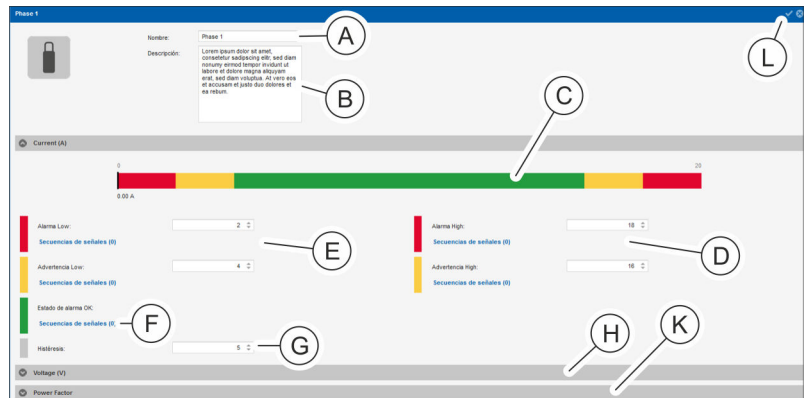

Fig. 128: Vista detallada
4. ➤ En caso necesario, cambie el nombre de la fase (Fig. 128/A) en la vista detallada y, dado el caso, añada una descripción (Fig. 128/B).
5. ➤ En el campo “Current (A)”, introduzca un valor de “Advertencia High” y de “Alarma High” (Fig. 128/C).
- ⇒ Los valores umbral aparecen indicados con colores (Fig. 128/C).
8. ➤ En el campo “Current (A)”, asigne al parámetro “Estado de alarma OK” (Fig. 128/F) una secuencia de señales en caso necesario (de forma análoga a los pasos 5 y 6).
9. ➤ En el campo “Current (A)”, introduzca un valor de “Alarma Low”, “Advertencia Low” e “Histeresis” (en %) (Fig. 128/E y G) y asigne una secuencia de señales (de forma análoga a los pasos 5-7).
10. ➤ Repita los pasos 5-9 para el campo “Voltage” con el objeto de definir el rango de tensiones (Fig. 128/H).
11. ▶ Repita los pasos 8-9 para el campo "Power Factor" con el objeto de definir el factor de potencia (Fig. 128/Ⓚ).
12. ▶ Confirme la selección con el botón "Guardar" (Fig. 128/Ⓛ).